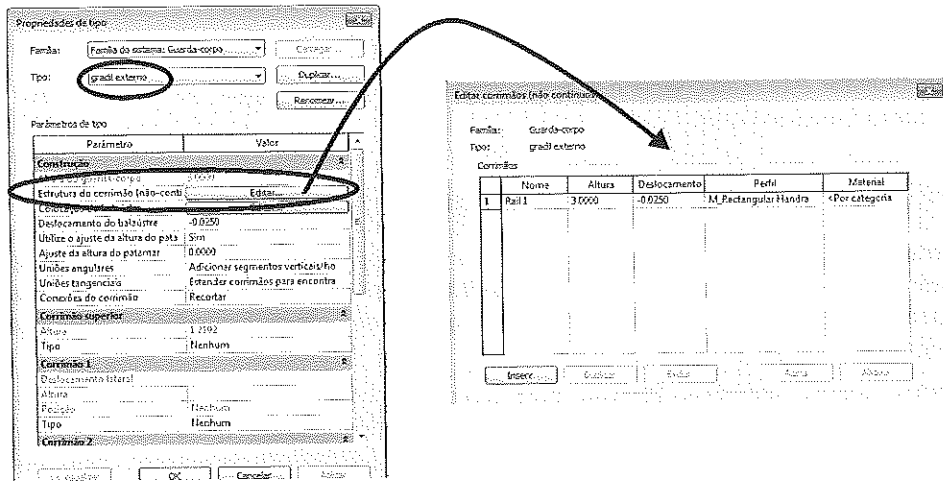

Figura A.97 – Criação do gradil.
- Insira um gradil de 3 m de altura com a ferramenta **Corrimão** no térreo e deslocamento da base de 1.2 m. Selecione o tipo 1100 mm, duplique e crie o **gradil externo** com 3 m. Desenhe com deslocamento de -0.20 da calçada, como mostra a Figura A.97.